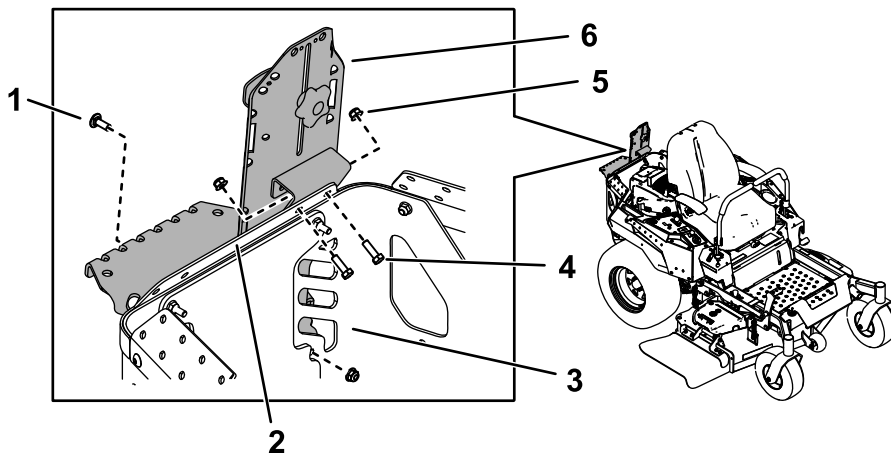
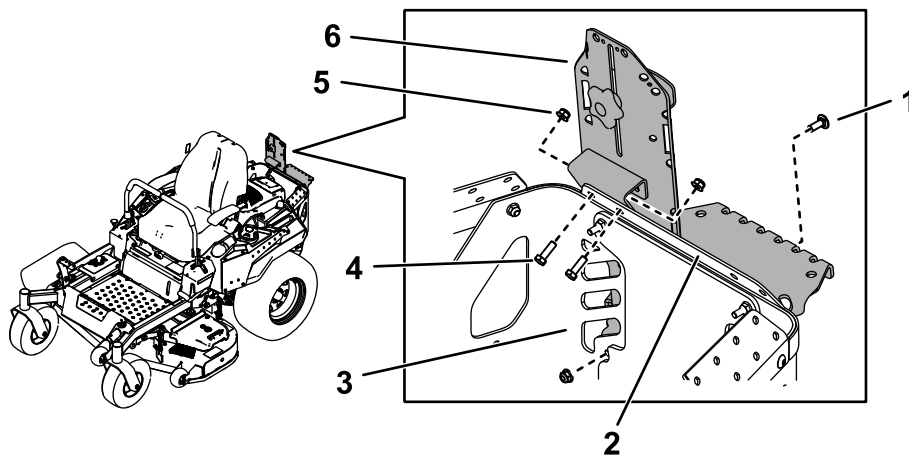

Figura 15
Figura 16
1. Fissate il gruppo di supporto alla protezione posteriore superiore utilizzando 2 bulloni (5/16" x 1") e 2 dadi (5/16") come illustrato nella Figura 15 o nella Figura 16.
3. Fissate la parte inferiore della staffa principale alla protezione posteriore del motore utilizzando 1 bullone a testa tonda (5/16" x 7/8") e 1 dado (5/16") come illustrato nella Figura 15 o nella Figura 16.